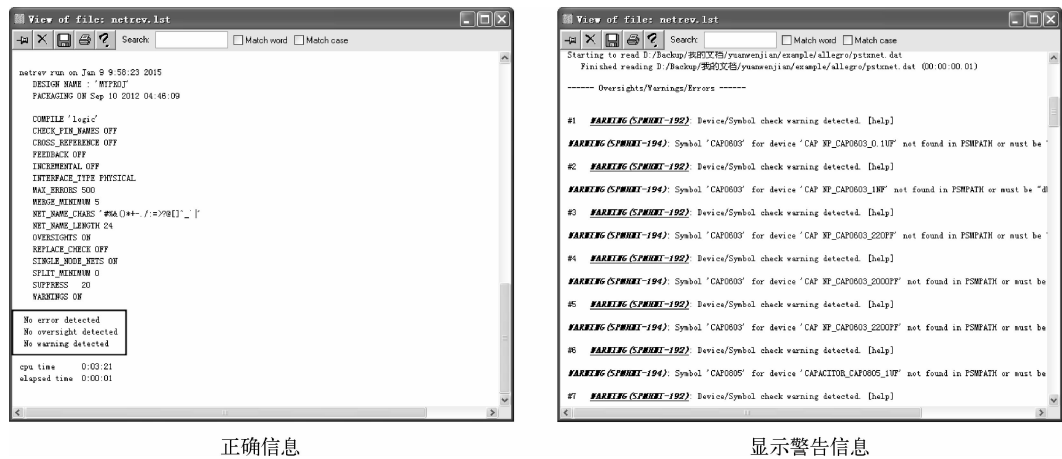

图 10-82 网络表的日志文件
4. 单击“Viewlog”按钮，打开“netrev.lst”，查看错误信息。也可选择菜单栏中的“Files（文件）”→“Viewlog（查看日志）”命令，同样可以打开如图 10-82 所示的窗口，查看网络表的日志文件。